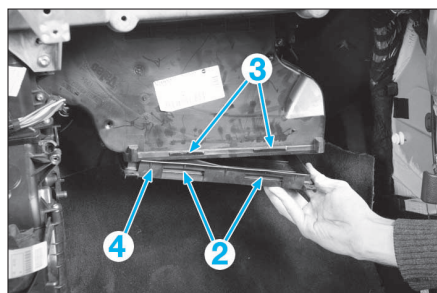

FIG. 3
- Libérer les agrafes de retenue (2) des ergots (3) situées de part et d'autre du boîtier pour déposer le couvercle (4) (Fig.3).